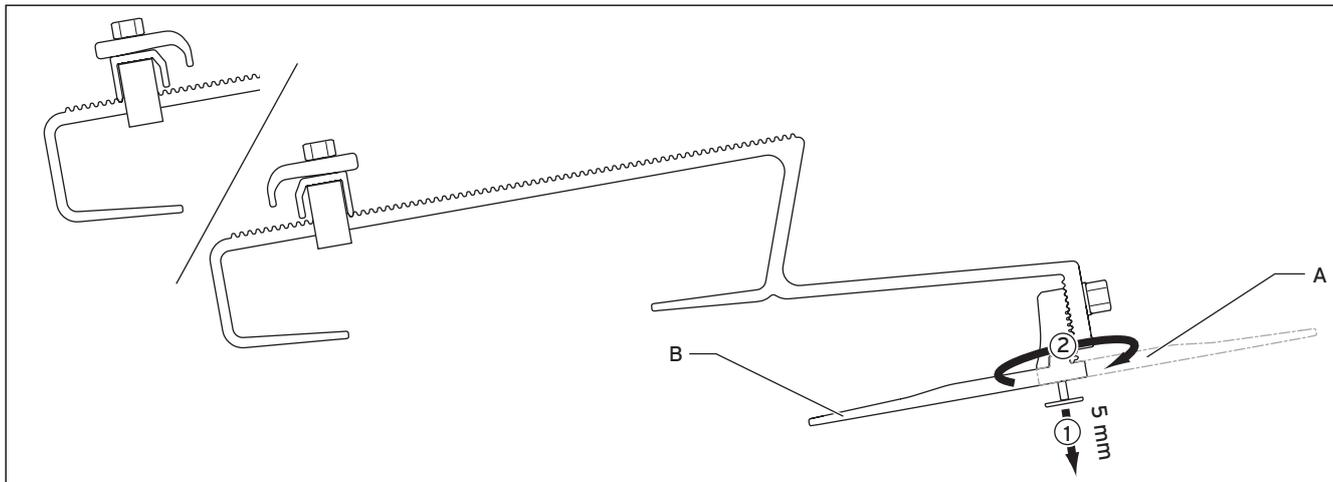

Fig. 6.3 Pattes de fixation de type P
2. Positionnez la patte de fixation. Ce faisant, veillez à ce que les pattes de fixation inférieure et supérieure soient correctement placées (voir fig. 6.3).
3. Accrochez la patte de fixation sur la volige. Ce faisant, veillez à ce que les pattes de fixation inférieure et supérieure soient correctement placées (voir fig. 6.3).
2. Positionnez la patte de fixation de toiture. Ce faisant, veillez à ce que les pattes de fixation inférieure et supérieure soient correctement placées (voir fig. 6.3).
4. Positionnez l'écrou central de façon à ce que la zone d'appui antérieure repose sur la couverture du toit après l'enfichage de la partie supérieure de la patte de fixation. Ce faisant, veillez à ce que les pattes de fixation inférieure et supérieure soient correctement placées (voir fig. 6.3).